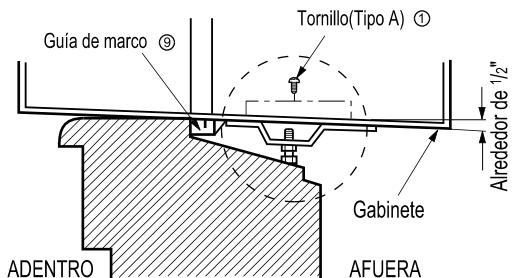

Fig. 4
4. Seleccione la posición en la que colocará el soporte del dintel ⑥ cerca del punto más externo del dintel. Fig. 4
**NOTA:** Tenga cuidado cuando instala el gabinete (las guías de marcos ⑨ se rompen fácilmente).
5. Agregue el soporte del dintel al hueco de la guía del gabinete según la posición seleccionada usando 2 tornillos tipo A ① en cada soporte Fig. 4